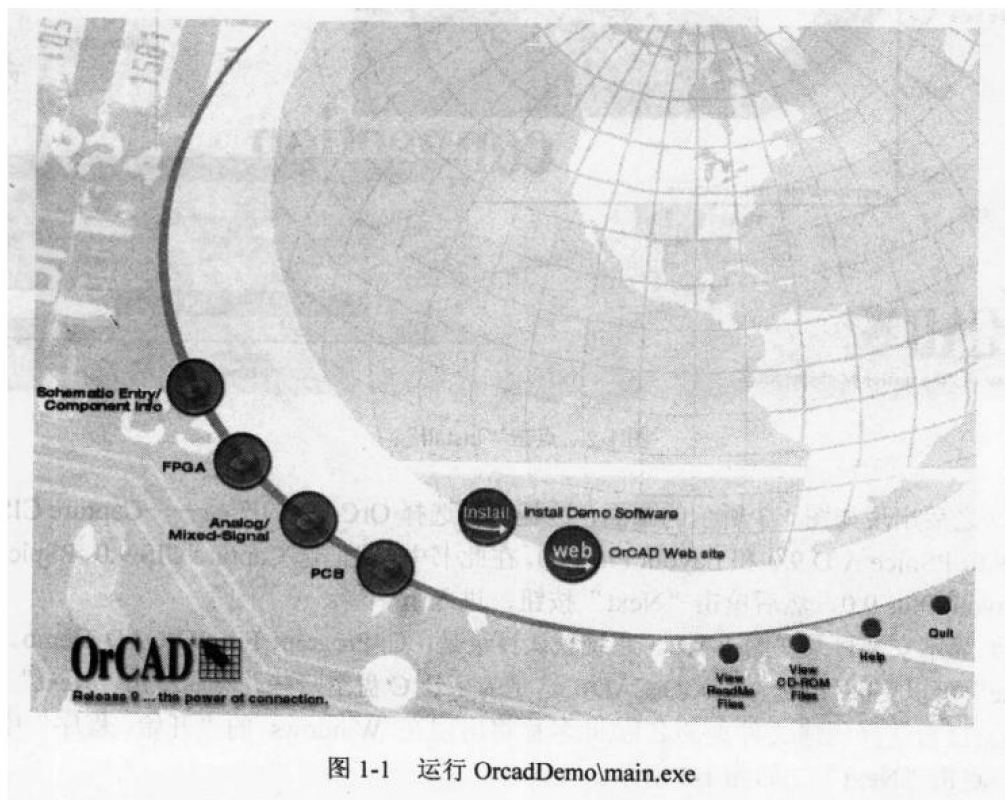

图 1-1 运行 OrcadDemo\main.exe
(1) 把 OrCAD Release 9 (Demo) 光盘插入光驱中, 并把显示器设置成为 256 色、800 × 600 的模式, 否则看不见全景。
(2) 如果你的光驱支持自动播放功能的话, 机器可自动启动其安装程序, 一段优美的影像过后, 就会出现如图 1-1 所示的主菜单; 或者直接进入光驱目录, 运行 Orcad Demo\main.exe, 也可进入到主菜单中。